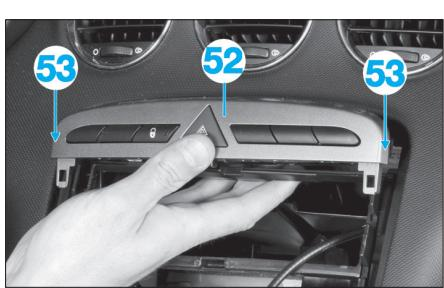

Fig. 29
- Dégrafer en (53) la barrette d'interrupteurs (52) (Fig.29).